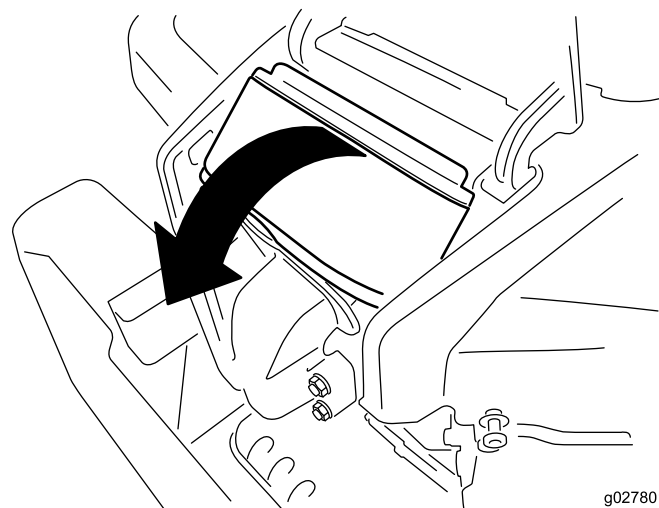

Figure 35
4. Soulevez le couvercle et dévissez le filtre à air pour le déposer du moteur (Figure 35).